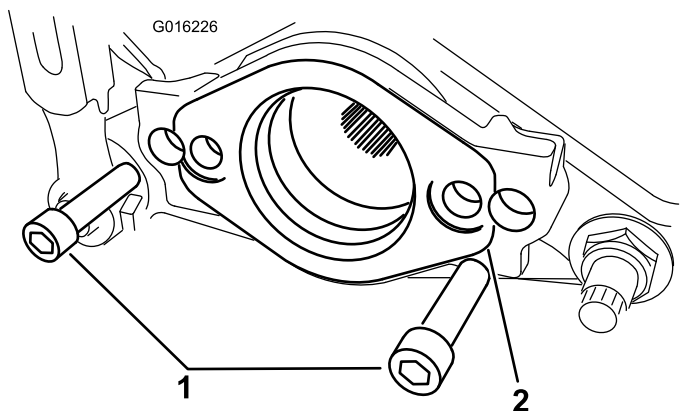

Bild 5
8. Wenn Sie das Kit an einer TriFlex-Maschine montieren, nehmen Sie die zwei Schrauben ab, mit denen die Motorbefestigung an der Schneideinheit befestigt ist. Nehmen Sie die Motorbefestigung ab (Bild 5).